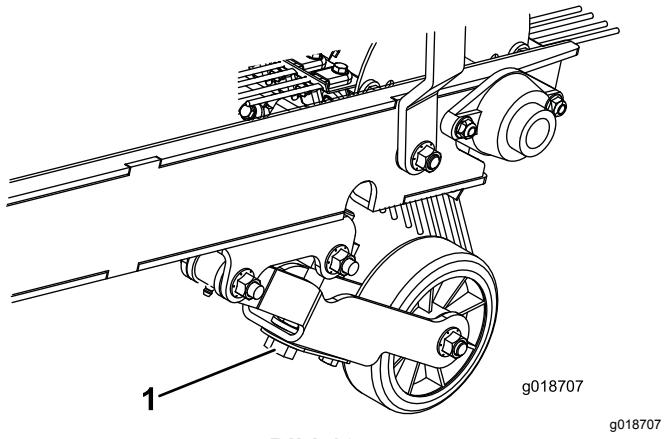

Bild 10
2. Drehen Sie die Tiefeneinstellschraube, bis der Rechen die Grasoberfläche leicht berührt. Wenn eine Kehrbürste montiert ist, sollte sie die Oberfläche leicht berühren. Wenn die Kehrbürste verwendet wird, sollte die Breite der Kontaktfläche ungefähr 25 mm über die ganze Länge der Kehrbürste sein (Bild 10).